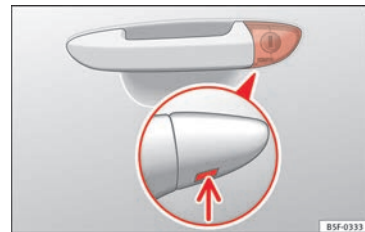

Abb. 3 Fahrtürgriff: verborgener Schließzylinder.
- Den Schlüsselbart am Fahrertürgriff in die untere Öffnung der Abdeckkappe stecken » **Abb. 3** (Pfeil) und die Abdeckkappe von unten nach oben anheben.